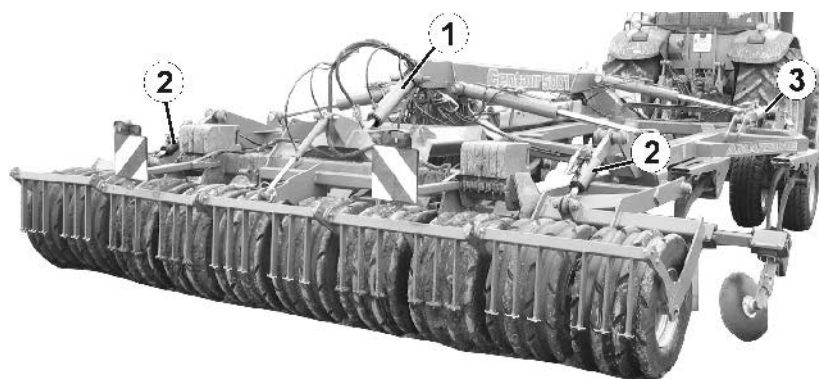

Fig. 52
- hydraulikksylindren i drivverket (Fig. 52/1),
- hydraulikksylindre på ytre valser (Fig. 52/2) (**Centaur 4001 / 5001**),
- hydraulikksylindre for rullefølere eller støtthjul (Fig. 52/3) (ekstraustyr).